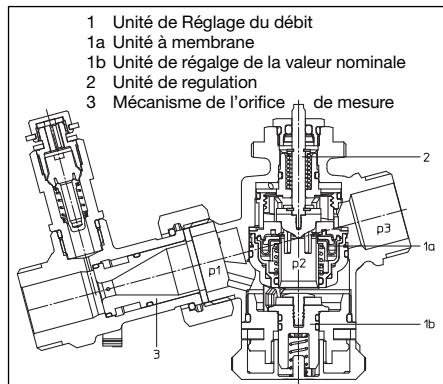
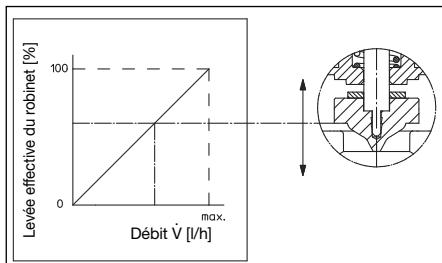
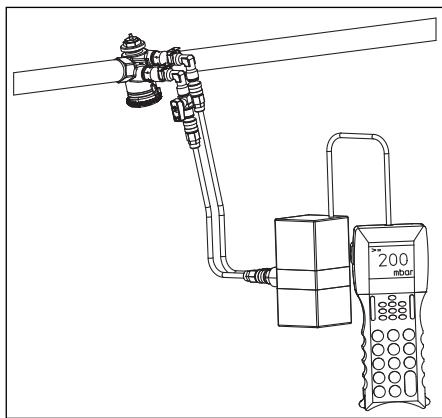

Fig. 5.2 Construction «Cocon QTZ» avec orifice de mesure
Fig. 5.4 Courbe de fonctionnement de l'unité de régulation de «Cocon Q»
Fig. 5.5 Mesure de la pression différentielle
L'appareil de mesure «OV-DMC 2» peut être raccordé grâce aux prises de pression de l'orifice de mesure ce qui permet de déterminer le débit. De plus l'«OV-DMC 2» peut être raccordé aux prises de pression du «Cocon QTZ» pour vérifier si le robinet fonctionne dans sa plage de réglage. La mesure de la pression différentielle permet d'optimiser le réglage du circulateur (fig. 5.5).
Avec l'appareil de mesure (par ex. «OV-DMC 2») (fig. 5.5) raccordé, la pression différentielle est mesurée à travers l'unité de réglage du débit (pos. 1, fig. 5.2/5.3). Le robinet de réglage doit être complètement ouvert (dénvisser les capuchons de protection ou mettre le moteur en position ouverte). Dès que la pression différentielle mesurée est égale ou supérieure à la pression différentielle Δp_M , le robinet fonctionne dans la plage de réglage.
A l'aide de l'unité à membrane intégrée (pos. 1a, fig. 5.2/5.3), le robinet «Cocon QTZ» maintient la pression différentielle p_2-p_3 à une valeur constante non seulement à travers l'unité de régulation commandée par le moteur (pos. 2, fig. 5.2/5.3) mais aussi à travers l'unité de réglage de la valeur nominale réglable sur une valeur de débit maximale (pos. 3, ifig. 5.2/5.3).
Le courbe de fonctionnement de l'unité de régulation (pos. 2, fig. 5.2/5.3) est presque linéaire (fig. 5.4).
L'installation doit être rinçée abondamment avant le montage du robinet. La position de montage est indifférente (horizontale, oblique ou verticale, en montée ou en descente). Attention: Certains moteurs électriques ne doivent pas être montés tête vers le bas. Lors du montage il faut veiller à ce que le sens de circulation corresponde à celui de la flèche et qu'un tuyau droit de $L = 5 \times \text{Ø}$ soit installé en amont du robinet et un tuyau droit de $L = 2 \times \text{Ø}$ en aval du robinet. Chaque robinet est fourni avec deux mécanismes. Un mécanisme doit être monté dans l'orifice de mesure (pos. 3, fig. 5.2).